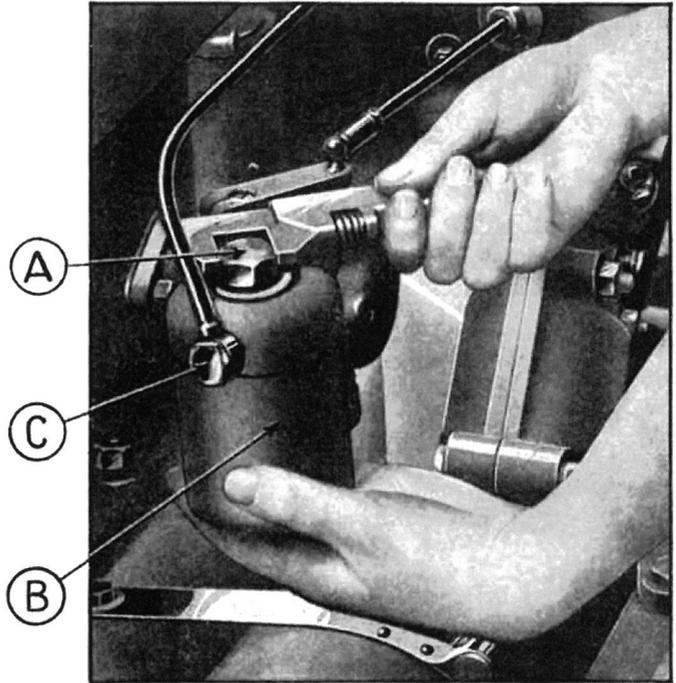

Fig. 240. — Démontage du carburateur.
- 2—Dévisser l'écrou de démontage placé à la partie supérieure du carburateur et retirer la cuve (fig. 240).